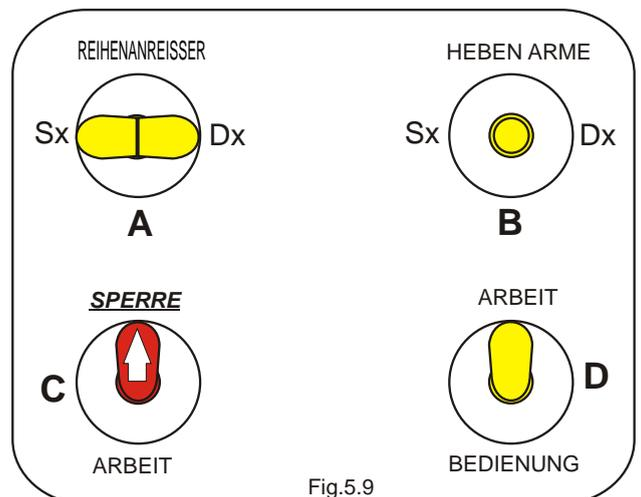

Fig.5.9
- Spostare l'interruttore **C** nella posizione di **BLOCCO** (Abb.5.9).